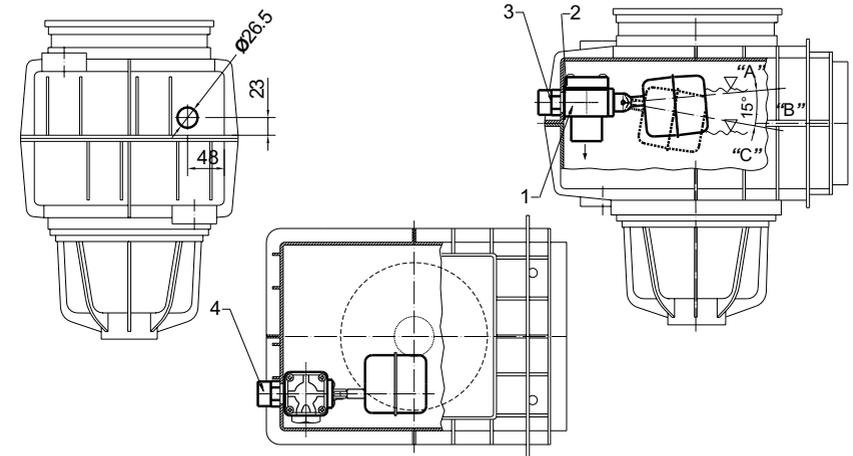

Abb. 31.2
Einbau des Mectron-Ventils (einfach, zweifach) (Abb. 31.2)
- ✓ Bohren Sie an der vorgegebenen Stelle (Abb. 31.2) in der Rückwand des Skimmers eine Bohrung \bar{R} 26,5 mm Durchmesser.
- ✓ Für die Befestigung des MECTRON-Ventils (Art. 2051 bzw. 2052) stecken Sie einen Übergangsnippel (3) mit der Gewindeseite zum Skimmer von außen in die dafür vorgesehene Bohrung (\bar{R} 26,5 mm).
- ✓ Schieben Sie nun die Dichtung (2) von innen über das Gewinde, halten Sie das Ventil mit einer Hand fest und mit der anderen Hand drehen Sie den Übergangsnippel (3) fest.